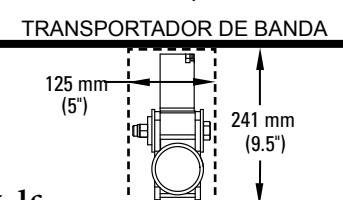

Fig. 1c
**NOTA:** Para el montaje en el chute, debe trazar una línea de ubicación de la banda en la pared del chute de manera que la base de montaje se pueda alinear con la banda. Corte orificios de acceso según sea necesario (Fig. 1c).